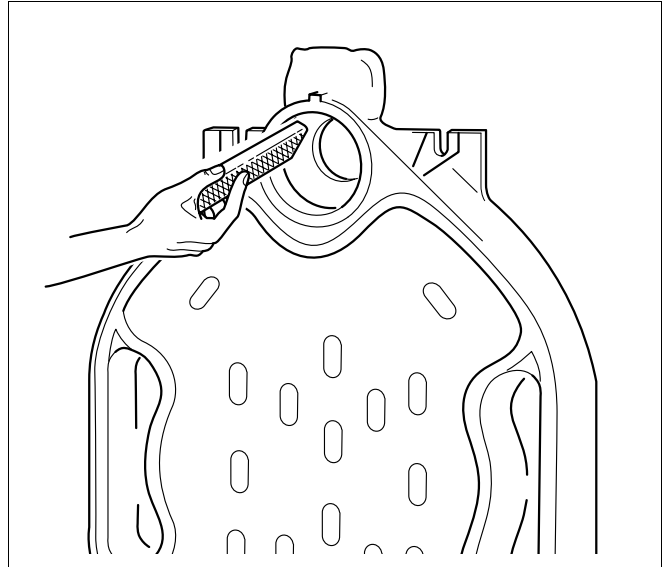

Fig. 7 Affiling af graten
- Fil en eventuel grat på nippelgangene af (Fig. 7).
- Fil en eventuel grat på nippelgangene af (som på Fig. 7).